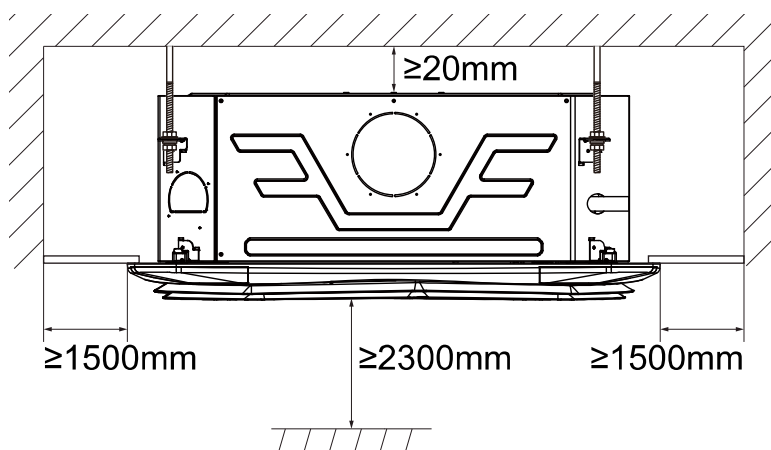

Fig.1
2. Kontrollera att installationen uppfyller avstånden enl. Fig. 1.